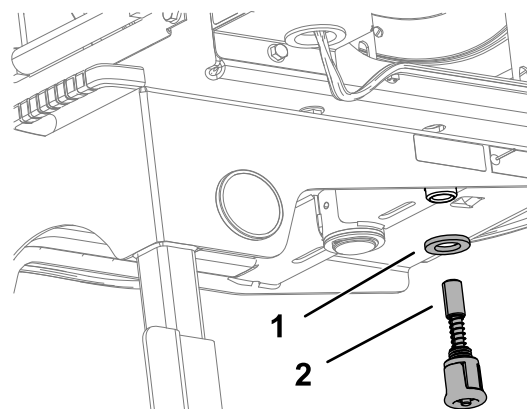

Figura 23
6. Instale la arandela y el pasador elástico a la parte inferior del bastidor del carrete de la manguera (Figura 23).